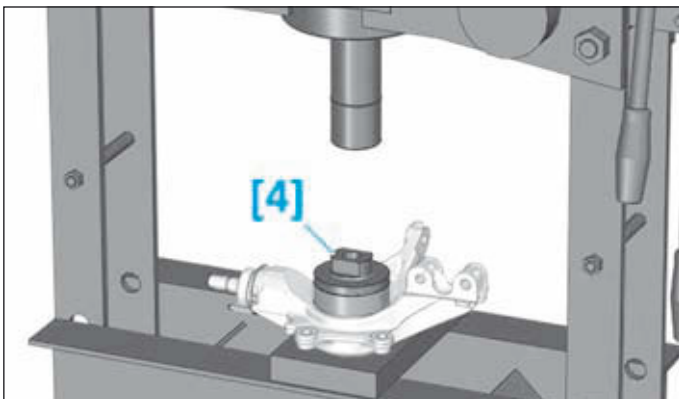

FIG.33
• Reposer, à l'aide d'une presse hydraulique et de l'outil [4], le roulement neuf jusqu'en butée dans le fond de son logement (Fig.33).